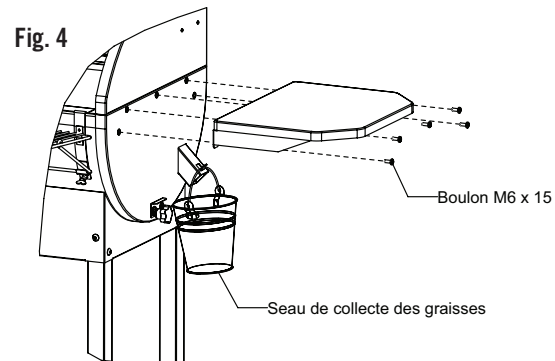

Fig. 4
1. Suspendre le seau de collecte des graisses à son conduit d'évacuation comme indiqué à la Fig. 4.